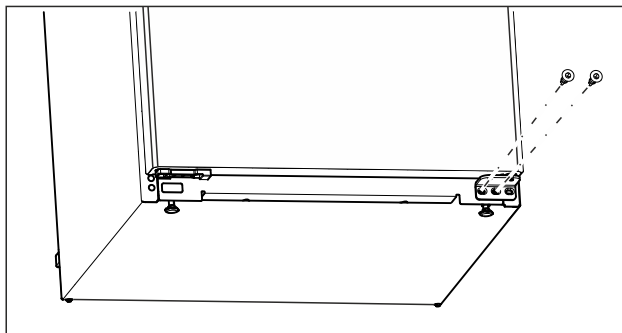

Fig. 7
- ▶ Skruva ur den mellersta skruven på undre lagerbocken med skruvmejsel Torx 20. (se Fig. 7)
- ▶ Skruva ur den invändiga skruven på undre lagerbocken med skruvmejsel Torx 20. (se Fig. 7)